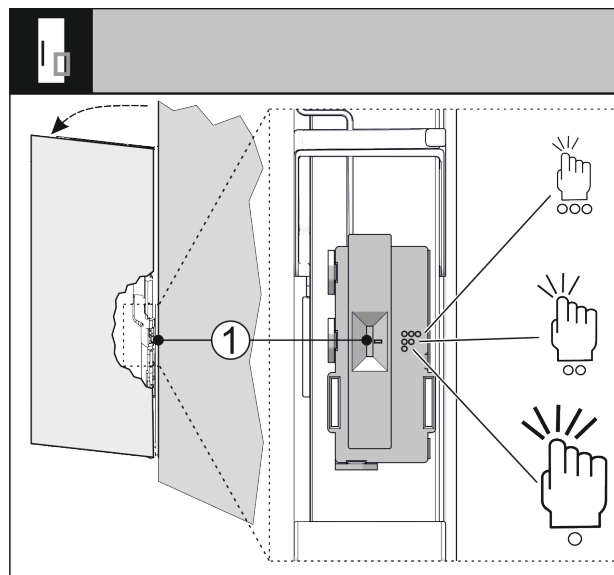

Fig. 35
您可以通过开关 Fig. 35 (1) 设置敲门传感器的灵敏度。该开关位于铰链侧门的下三分之一处。
- ▶ 将开关 Fig. 35 (1) 移到所需位置。